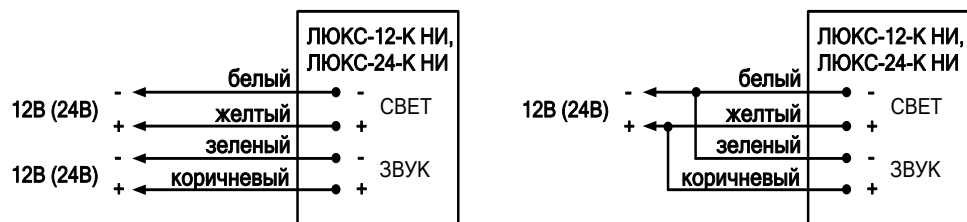

Рис. 1. Схема подключения.
3.2. Подключение изделий должно выполняться в соответствии со схемой (рис. 1.).